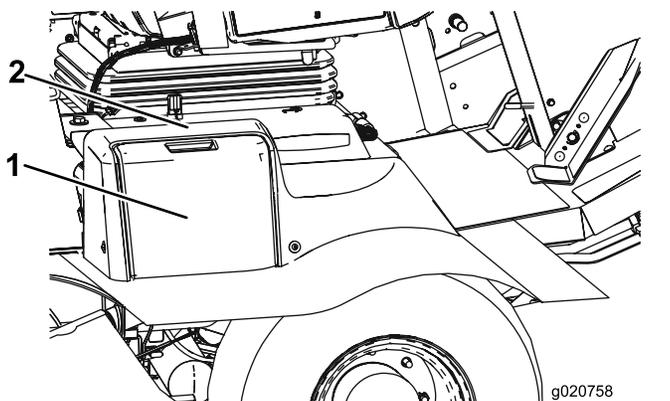

Figura 80
1. Abra la tapa de la batería (Figura 80), situada en el lado de la cubierta.
Nota: Presione hacia abajo sobre la superficie plana situada encima de la tapa de la batería para facilitar la apertura de la tapa (Figura 80).